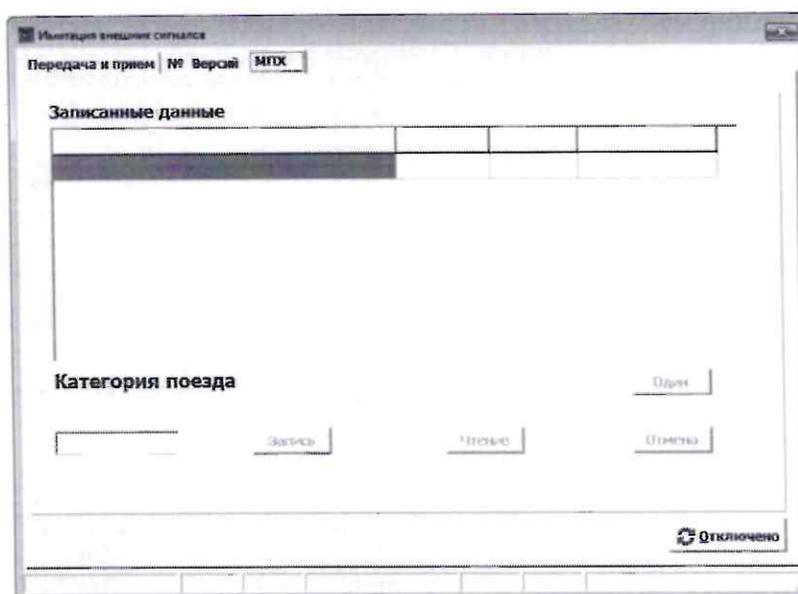

Рисунок 3. Окно «Имитация внешних сигналов», вкладка «МПХ».
При проведении периодической поверки и первичной поверки после ремонта, параметры, записанные в блок БС-ДПС, считываются с помощью программы «APPI_stand.exe» следующим образом: в меню «Окна» выбирается «Имитация сигналов», в появившемся окне выбирается вкладка «МПХ» (рисунок 3).
В меню «Окна» нажать «Имитация сигналов», выбрать вкладку «Передача и Прием» (Рисунок 3). Затем в подменю «Настройка» выбрать «CANBUS» и нажать кнопку «Отключено». В подменю «УКТОЛ» поставить галочки напротив «УР», «ТЦ» и «ТМ», движками установить давление датчиков 0,00 МПа. В подменю «УКТОЛ» поставить галочку «Вкл.УКТОЛ». Проверить правильность отображения давления на Мониторе 5.2 при следующих значениях: 0,25; 0,50; 0,75 и 1,00 МПа. Абсолютная погрешность отображения давления датчика вычисляется по формуле (8).